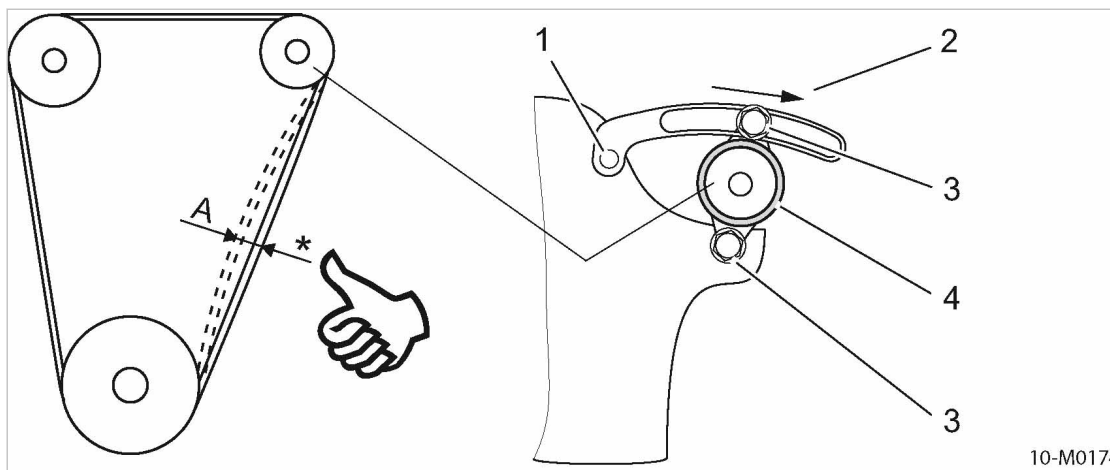

Fig. 31 Comprobación de la tensión de la correa con la mano
<ol style="list-style-type: none"> Desmontaje de la protección de correas. Comprobar la tensión de correas con un aparato medidor para correas trapezoidales. Tense la correa que esté floja: <ul style="list-style-type: none"> Soltar ambos tornillos de fijación ③ del motor generador ④. Tirar del generador del motor con una palanca adecuada en la dirección que indica la flecha ② hasta que se haya alcanzado la tensión de correas correcta. Volver a apretar ambos tornillos de fijación ③. Monte la protección de correas. Polo negativo de la batería. 	<ol style="list-style-type: none"> Desmontaje de la protección de correas. Presione la correa con el pulgar por el punto medio entre las poleas. (ver ilustración 31). Tense la correa que esté floja: <ul style="list-style-type: none"> Soltar ambos tornillos de fijación ③ del motor generador ④. Tirar del generador del motor con una palanca adecuada en la dirección que indica la flecha ② hasta que se haya alcanzado la tensión de correas correcta. Volver a apretar ambos tornillos de fijación ③. Monte la protección de correas. Polo negativo de la batería.